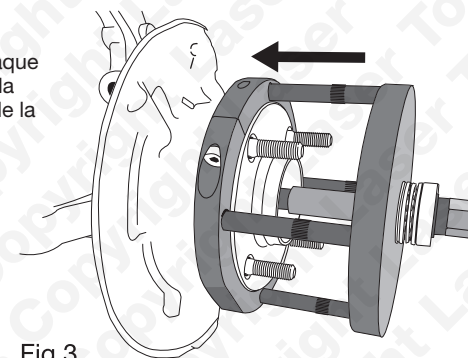

Fig 3
- Reportez-vous à la fig. 3 : Amenez le montage plaque de pression/broche sur les demi-colliers, et mettez en place la vis de force centrale à travers le montage plaque de pression/broche.